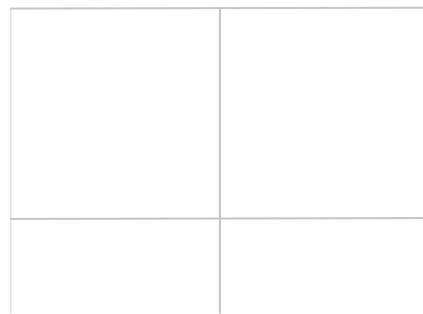

Abb. 16: Zuschneiden zur Wand.
6. Die langen losen Federn werden über die ganze Länge der Reihe in die Nut des Quadrats eingesetzt. Es darf keine Stöße ohne Nut-Feder-Verbindung zwischen den Quadraten geben. Siehe Abb. 16. Die Feder darf nicht geklebt werden. Zu dünne oder zu stramme Federn aussortieren.